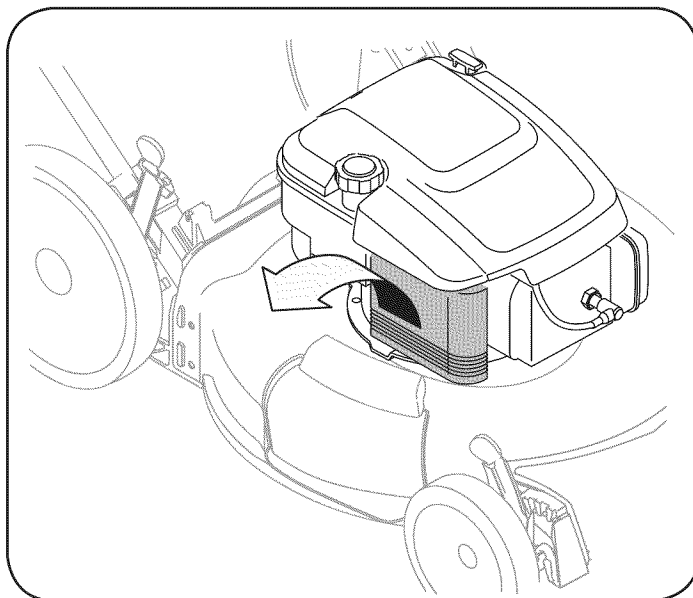

Figura 14
1. Aflojar el tornillo y la inclinación de la vivienda cubierta de plástico en el lado del motor hacia abajo. Ver Figura 14.